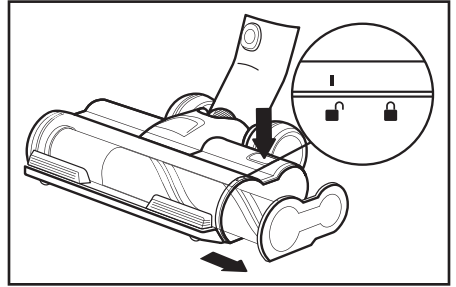

Imagen 3
2. Pulse el botón de liberación de la escobilla y tire de ella (Imagen 3).